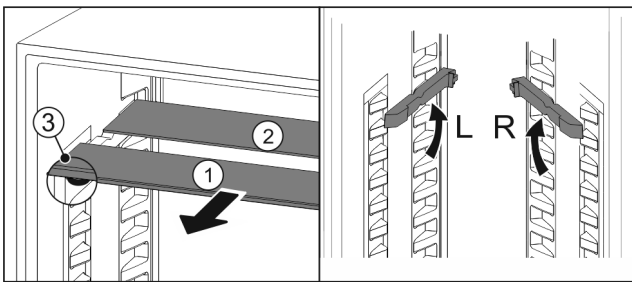

Fig. 61
- Glasplatten einzeln nach vorne herausziehen Fig. 61 (1).
- Glasplatte Fig. 61 (1) mit Zierleiste liegt vorne.
- Stopps Fig. 61 (3) zeigen nach unten.